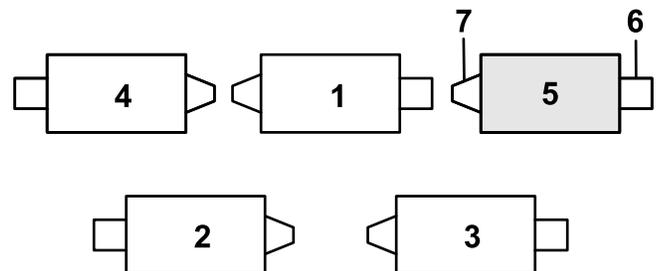

Figura 12
1. Se la coppia è montata nel foro posteriore dell'asta della molla di compensazione, rimuovete la coppia e inseritela nel foro accanto alla staffa (Figura 12).